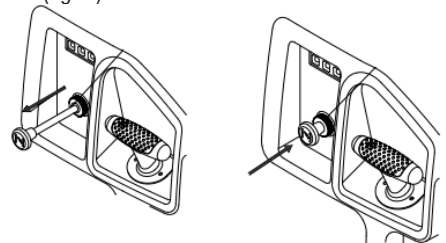

Fig. 3 – Afogador
O afogador é utilizado para promover uma mistura mais rica de combustível no momento da partida (se o motor ainda estiver aquecido não é necessário fechar o afogador para dar a partida novamente). A alavanca do afogador (1) deve estar na posição fechada durante a partida. Após o gerador entrar em funcionamento, a alavanca deve ser movida lentamente para a posição aberta (fig. 3).